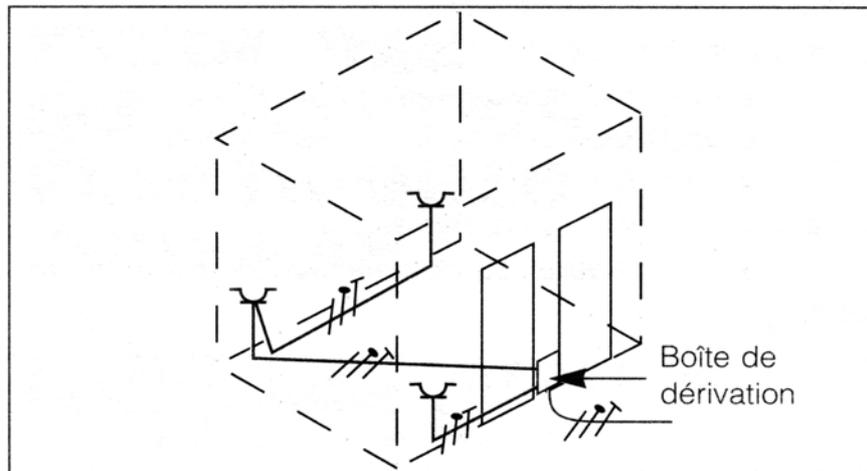

Figure 9.4 - Schéma de câblage
d) Schéma de câblage (voir figure 9.4)